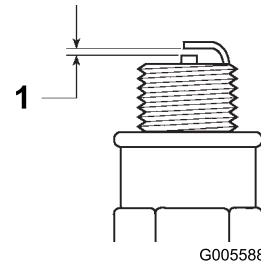

Bild 21
5. Stellen Sie den Elektrodenabstand an der neuen Zündkerze auf 0,50 mm ein (Bild 21).